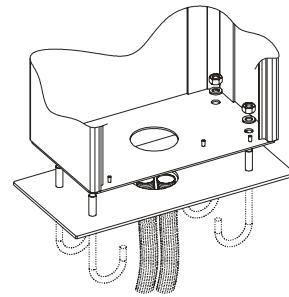

Abb.7
- Den Pfosten auf der Grundplatte mit den vier mitgelieferten Muttern laut Abb. 7 befestigen.